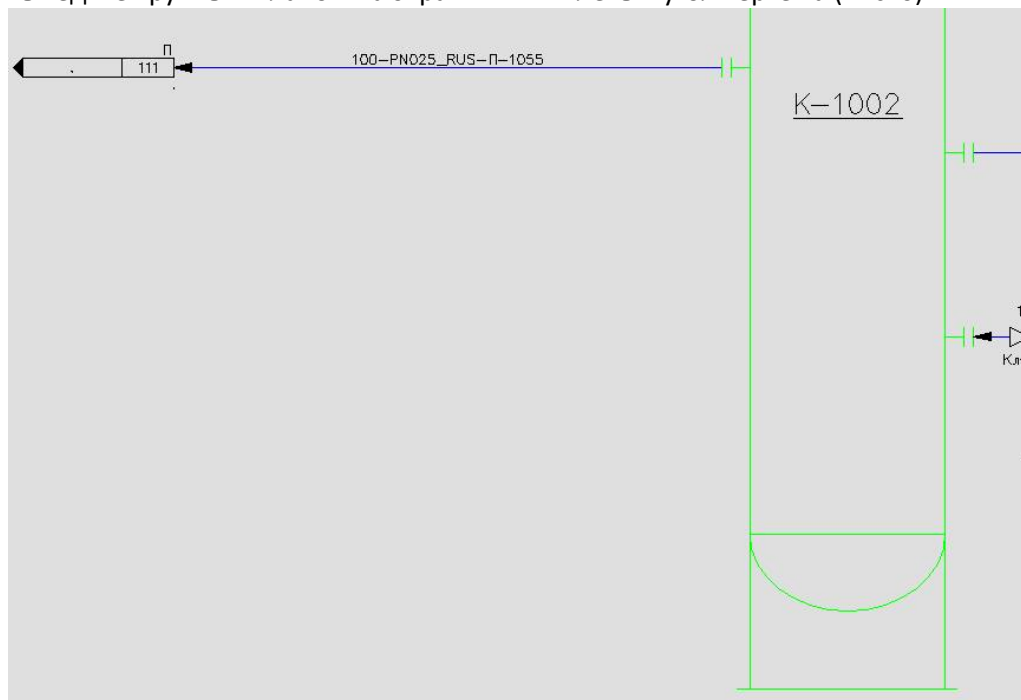

Рис. 6
5. Выведите крупным планом на экран нижний левый угол чертежа (Рис. 6).